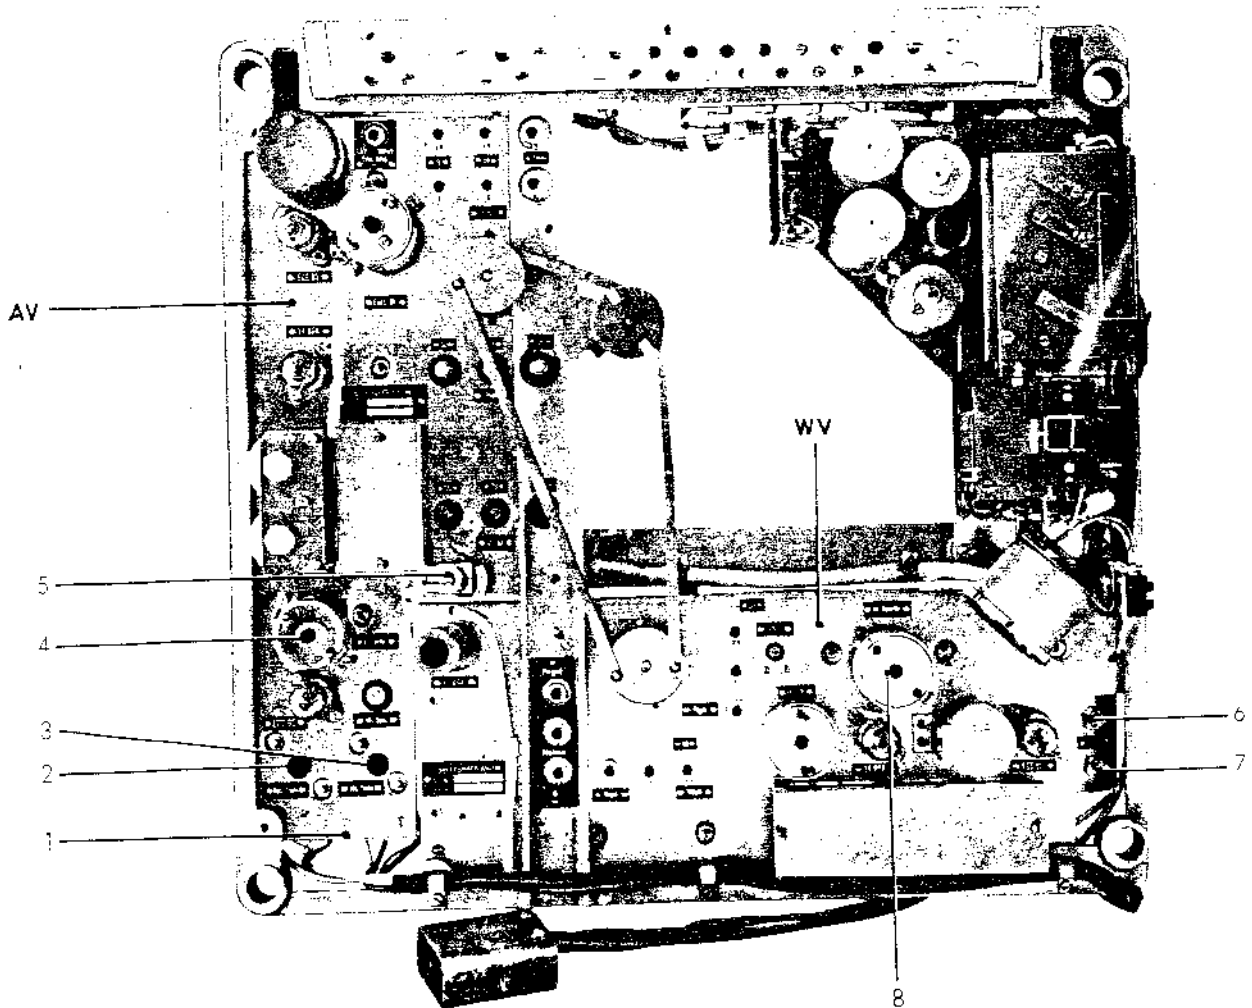

Bild 3: Messungen an Aufsprech- u. Wiedergabeverstärker
Die Meßgeräte: J 77, oder Röhrenvoltmeter, werden wegen der erforderlichen Vorverstärkung von 40 dB am Ausgang eines Spannungsverstärkers, z. B. V76 betrieben. Es ist zu beachten, daß mit dem J 77 nach DIN 45510 gemessen wird. Abgleich der Heizsymmetrie für den AV siehe Bild 3, Pos. 5, Schaltbildzeichen: 74.
Vor dieser Messung muß der **Aufsprechverstärker (AV)** in dem bis zu diesem Abschnitt beschriebenen Umfang eingemessen sein. Der Abgleich des Minimums wird am 80 KHz-Sperrkreis, Bild 3, Pos. 8, (Schaltbildzeichen 156) vorgenommen.